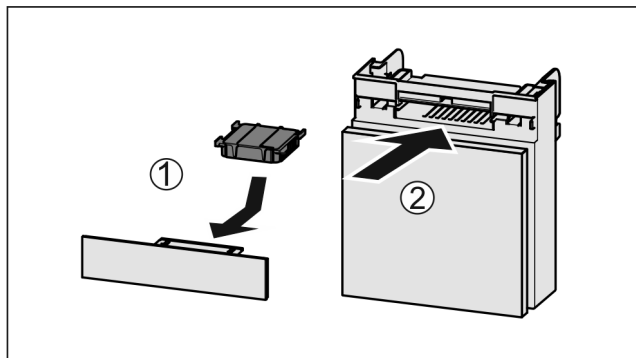

Fig. 128
- ▶ Установите фильтр с активированным углем, как показано на рисунке Fig. 128 (1).
- ▶ Вставьте отделение Fig. 128 (2).